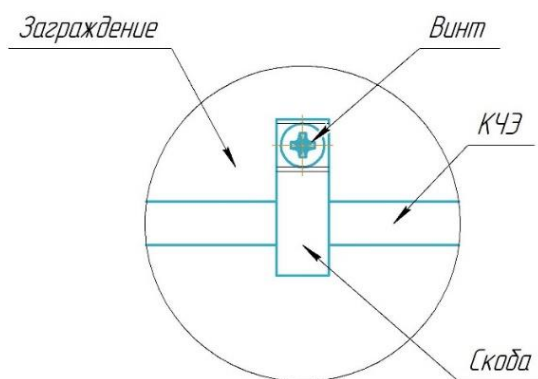

Рисунок 7
4) кабельные ЧЭ НЧ и ЧЭ ВЧ крепить с помощью металлических скоб (Рисунок 7), из состава комплекта монтажных частей Скоба-СК (комплект монтажных частей Скоба-СК в состав изделия не входит, приобретается отдельно) и дюбель-гвоздей 6х40 (дюбель-гвозди в состав изделия не входят, приобретаются отдельно) крепить КЧЭ на расстоянии не более 0,7 м (рекомендуемое значение – 0,4 м) от верхнего (нижнего) края бетонного ограждения, начиная от дальнего конца КЧЭ;
2) кабельные ЧЭ ВЧ проложить по нижней части бетонного заграждения крепить с помощью металлических скоб (Рисунок 7), из состава комплекта монтажных частей Скоба-СК (комплект монтажных частей Скоба-СК и в состав изделия не входит, приобретается отдельно) и дюбель-гвоздей 6х40 (дюбель-гвозди в состав изделия не входят, приобретаются отдельно) крепить КЧЭ ВЧ на расстоянии не более 0,7 м (рекомендуемое значение – 0,4 м) от верхнего (нижнего) края бетонного заграждения, начиная от дальнего конца КЧЭ;